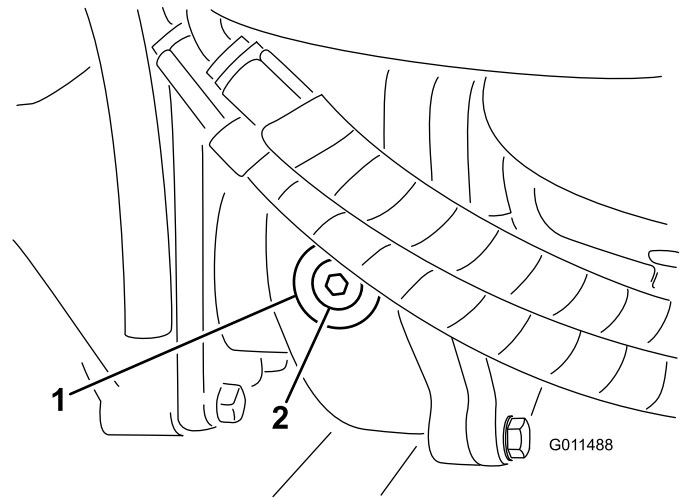

Figure 106
2. Enlevez le bouchon de contrôle/remplissage du côté gauche du boîtier d'engrenages et vérifiez que le lubrifiant atteint la base de l'orifice (Figure 106).